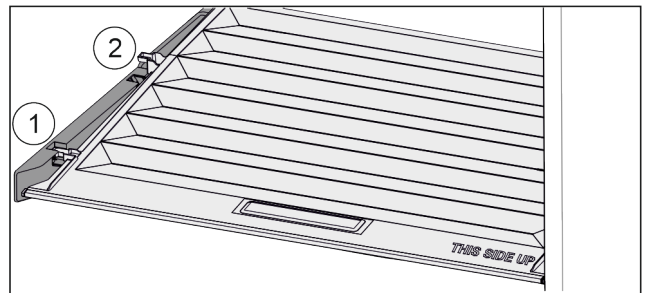

Fig. 94
- ▶ Trekk dekelet til åpningen i holdedelene fremover Fig. 94 (1).
- ▶ Løft ut nede bak og ta opp og ut Fig. 94 (2).